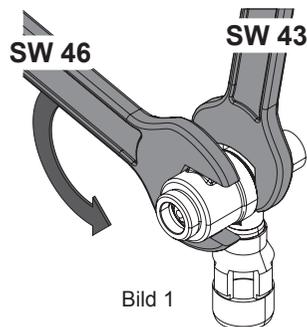

Bild 1
- Öffnen Sie das Gehäuse des Systemtrenners (Bild 1).